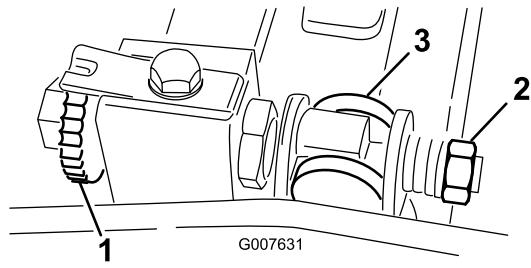

図 48
- ベッド・バー調整ネジ (図 48) を左に回してベッドナイフとリールの接触をなくす。
2. スプリング・テンション・ナットをゆるめて、ワッシャがベッドバーを全く押さないようする (図 48)。